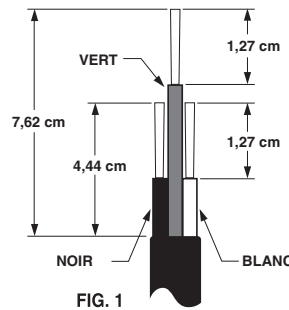

FIG. 1
- Dénuder le câble comme illustré à la Fig. 1. S'assurer que le fil vert de mise à la terre est le plus long des fils. Ne pas souder les extrémités du fil.